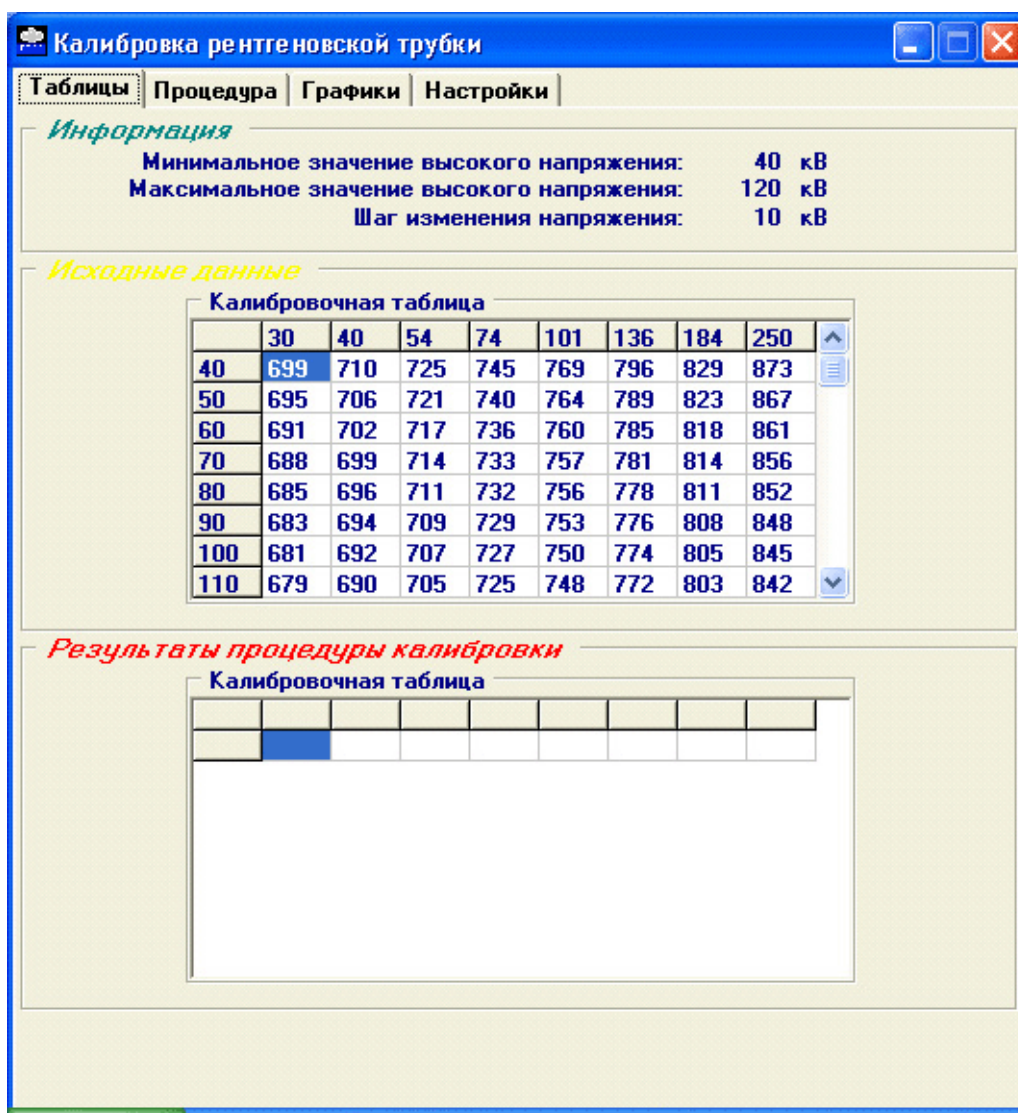
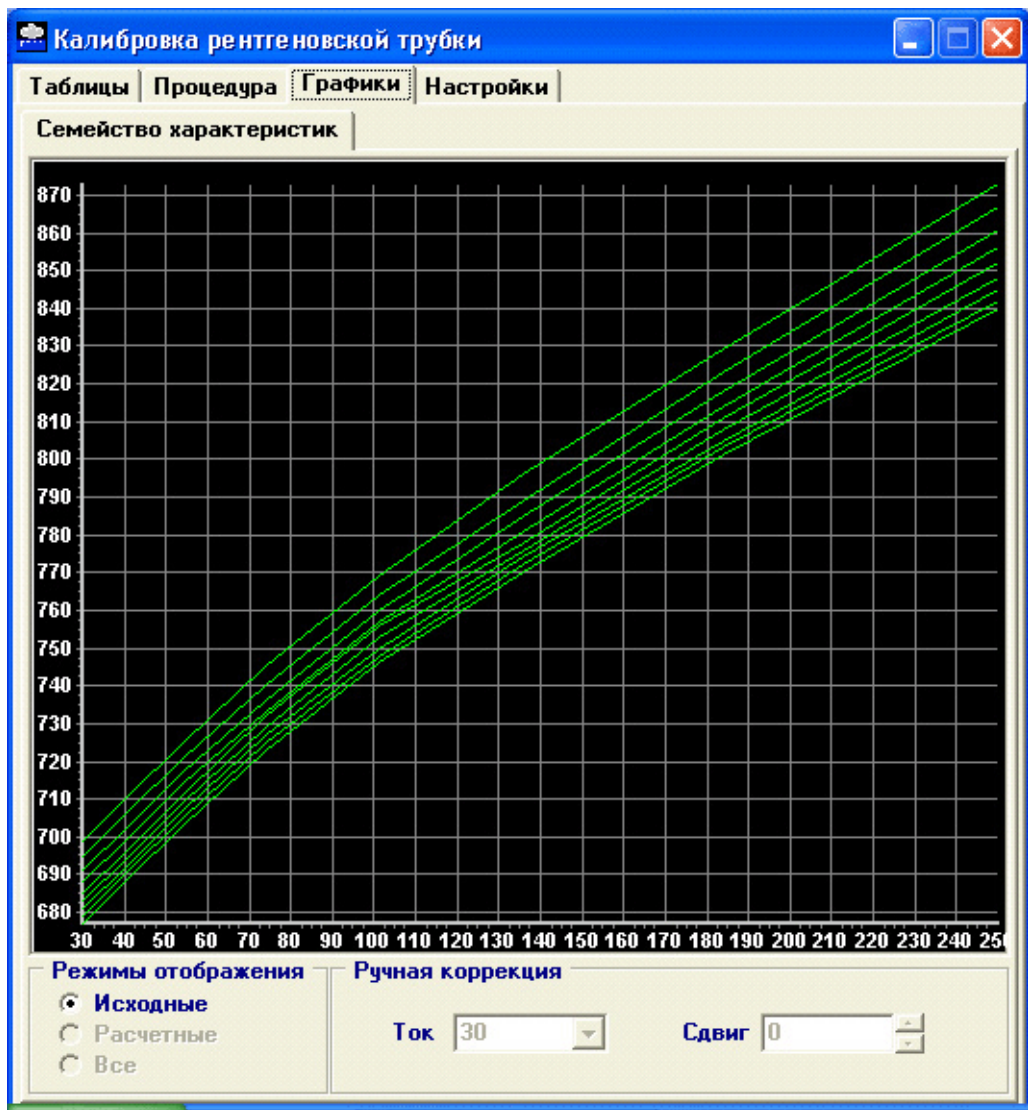

Рис. 12 Внешний вид закладки «Таблицы»
Рис. 13 Внешний вид закладки «Графики»
12.8. После определения границ калибровки по высокому напряжению, программа рассчитывает значение кода накала для среднего значения тока трубки по существующей калибровочной таблице для кривой  $U_{min}$ . Исходная калибровочная таблица в текстовом виде приведена на закладке «Таблицы» окна калибровки, а в графическом виде — на закладке «Графики». Внешний вид закладок приведен на рис. 12 и рис. 13.